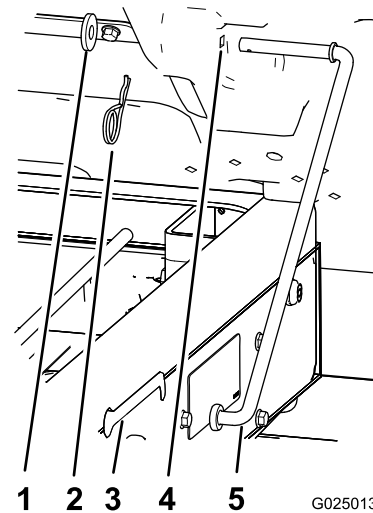

Figura 12
1. Retire el pasador de horquilla y la arandela que sujetan la varilla de sujeción a la cara inferior de la plataforma (Figura 12).
2. Deslice la varilla de sujeción hacia adelante para retirarla del soporte del bastidor (Figura 12).